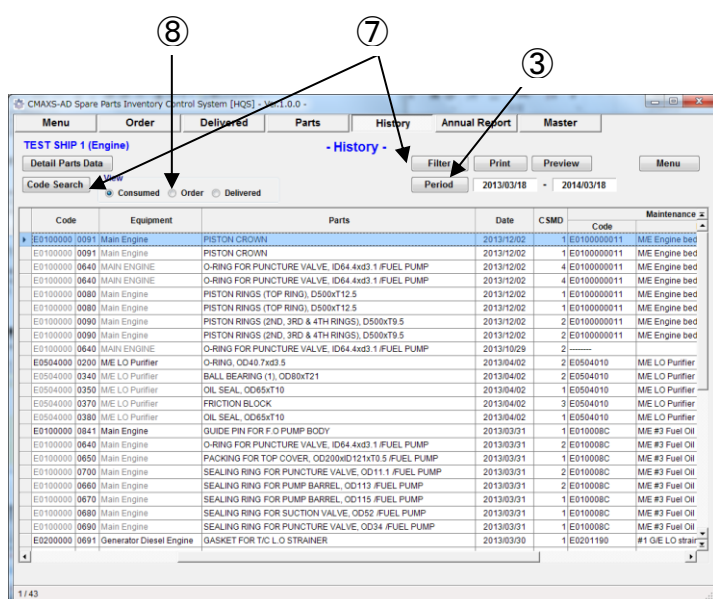

図 10-2 History[Consumed Parts] 画面
- (2) “History (Consumed Parts) 画面 ”(図 10-2) が表示されます。